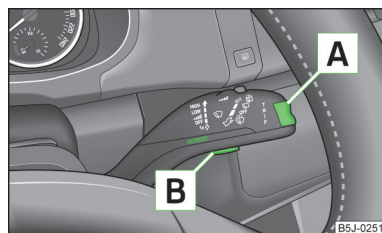

Fig. 7
- Il **MENU PRINCIPALE** si attiva con una pressione prolungata del tasto basculante **[A]** » **fig. 7**.
- Se sul display informativo vengono visualizzati dei messaggi d'allarme, per richiamare il menu principale confermare questi messaggi con il tasto **[B]** » fig. 7 a pagina 15.